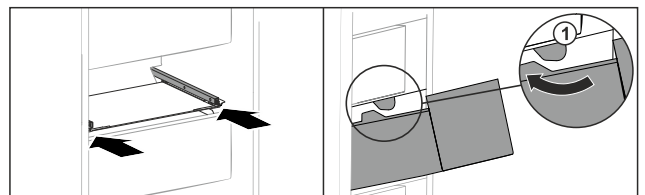

Fig. 154
- ▶ Обвести висувний ящик навколо стопора Fig. 154 (1).